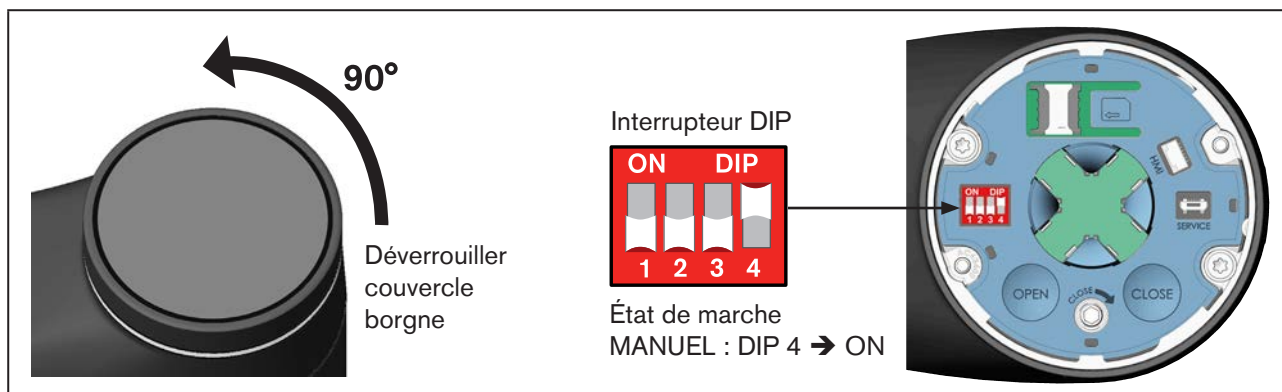

Figure 41 : Régler l'état de marche sur MANUEL
- Placer l'interrupteur DIP 4 sur ON. L'état de marche MANUEL est désormais activé sur l'appareil (voir « Figure 41 »).